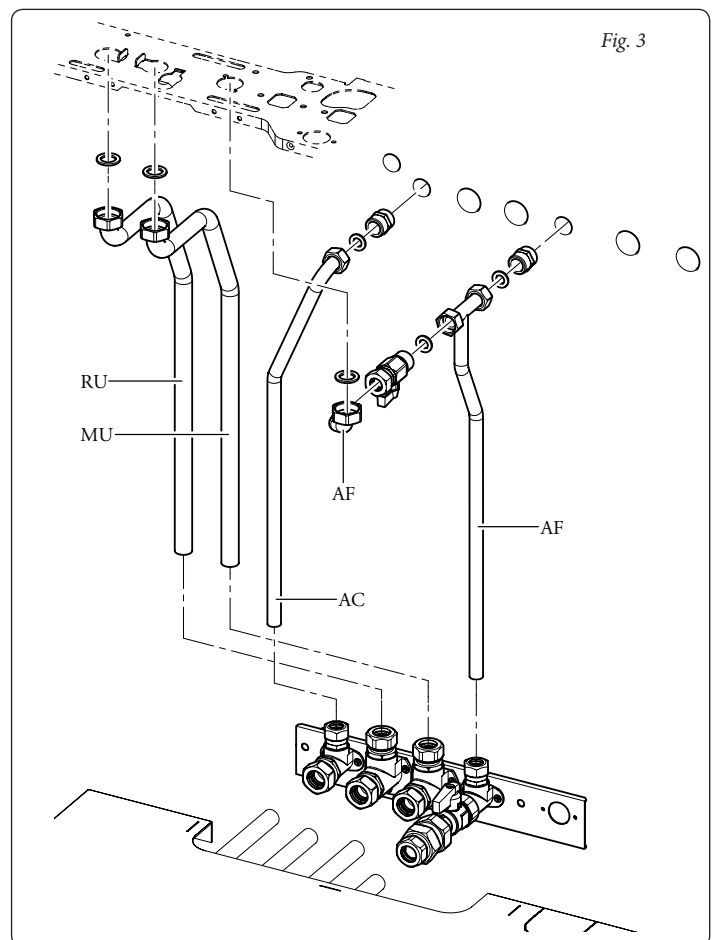

Fig. 3
- **Attenzione:** durante l'installazione assicurarsi di interporre le guarnizioni fornite nel kit come riportato in fig. 3.